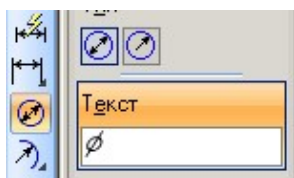
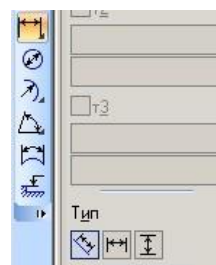

Рис. 3.19
Рис. 3.20
2. Визначити радіуси побудованих дуг та проставити необхідні розміри. На компактній панелі активуйте панель інструментів *Розміри* . У цій панелі послідовно використовуйте *Радіальний розмір* , *Діаметральний розмір* (рис. 3.19) та *Лінійний розмір* (рис. 3.20).